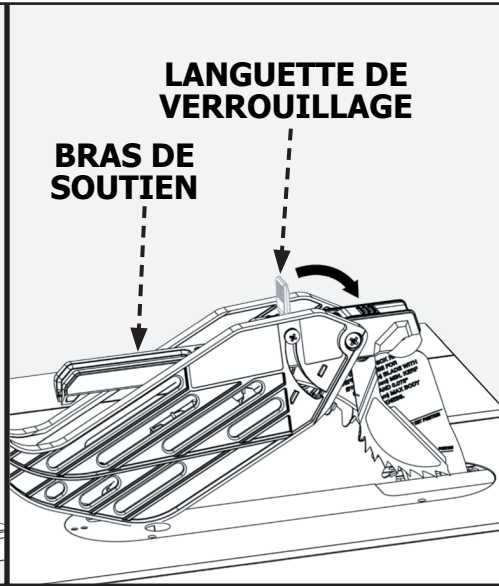

FIGURE 11
1. Tout en maintenant l'ensemble protège-lame (M) en position verticale, accrochez le goujon de guidage à l'extrémité arrière de l'ensemble protège-lame dans la fente sur le bord arrière du couteau diviseur.
2. Faites tourner l'ensemble protège-lame vers l'avant de la scie jusqu'à ce que la partie métallique de l'ensemble protège-lame soit parallèle à la table comme le montre la Figure 11.